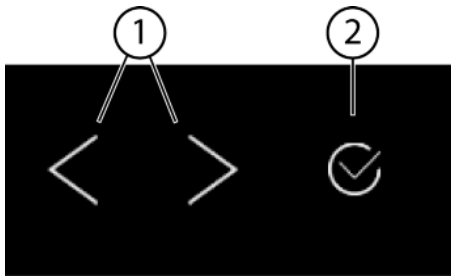
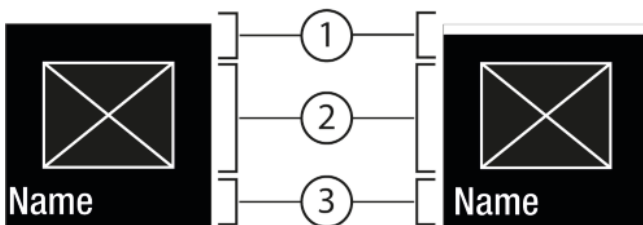
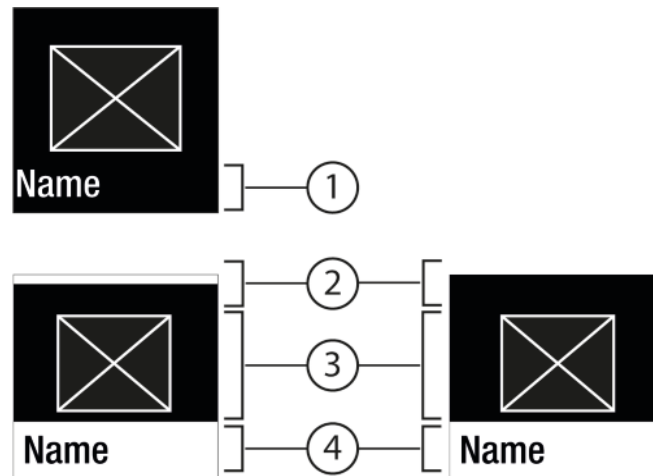

Fig. 5
Fig. 6
Fig. 7
### Navigationspfeil links / rechts Fig. 5 (1):
### Bestätigen Fig. 5 (2):
- Mit Navigationspfeil links / rechts Fig. 5 (1) navigieren.
- Mit Bestätigen Fig. 5 (2) die Funktion / Einstellung aktivieren Fig. 6 (1) / deaktivieren Fig. 6 (1).
- Mit Bestätigen Fig. 5 (2) das Untermenü Fig. 7 (4) aufrufen.
- Neuen Wert einstellen: Mit Bestätigen Fig. 5 (2) einen deaktivierten Wert Fig. 6 (1) auswählen.
- Zurück ins Menü: Mit Bestätigen Fig. 5 (2) den bereits aktivierten Wert Fig. 6 (2) auswählen.
- ▶ Navigationspfeile *Fig. 5 (1)* so oft drücken bis Funktion angezeigt wird.
- ▶ Bestätigen *Fig. 5 (2)* drücken.
- ▶ Navigationspfeile *Fig. 5 (1)* so oft drücken bis die Funktion angezeigt wird.
- ▶ Mit Navigationspfeile *Fig. 5 (1)* Einstellung-Wert wählen.
- ▷ Status: aktiviert *Fig. 6 (1)* erscheint kurz im Untermenü *Fig. 7 (4)*.
- ▶ Navigationspfeile *Fig. 5 (1)* so oft drücken bis Einstellungen  angezeigt wird.
- ▶ Navigationspfeile *Fig. 5 (1)* so oft drücken bis die gewünschte Einstellung angezeigt wird.